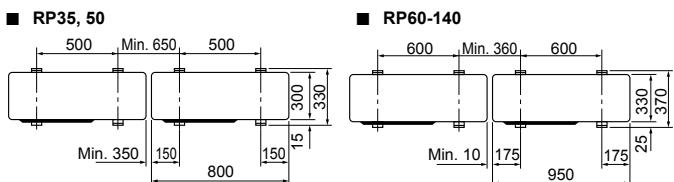

Fig. 3-1
- Ünitenin çalışması sırasında gürültü yapmaması için ünitemi mutlaka sağlam ve düz bir yüzeye monte edin. (Fig. 3-1)